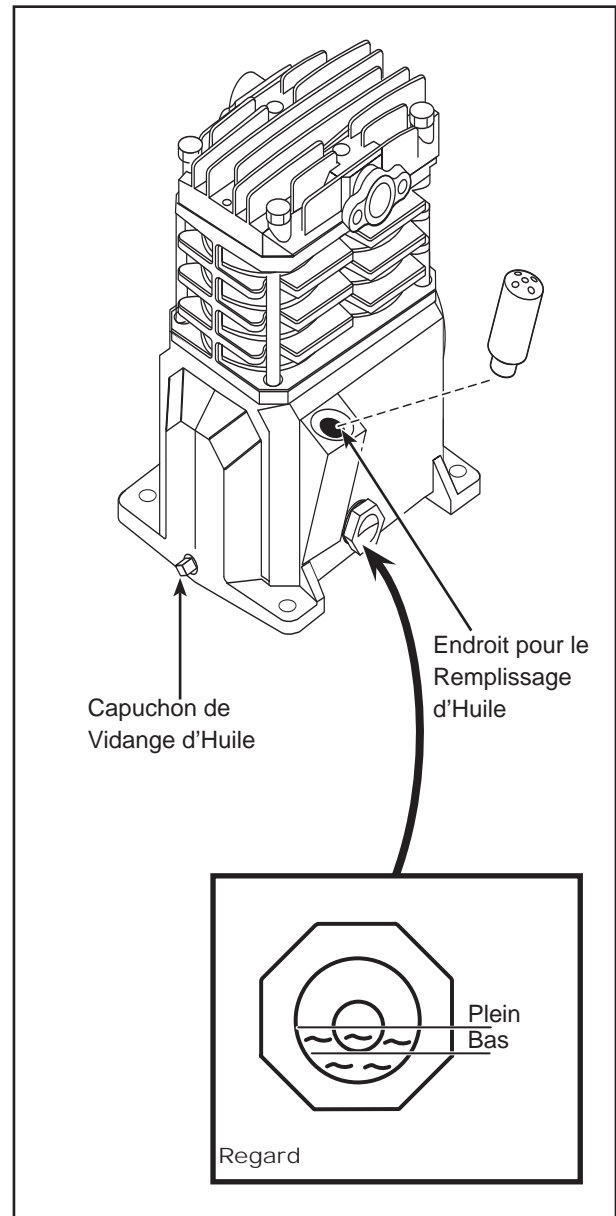

Figure 4 - Graissage
**Avant d'utiliser le compresseur, assurez-vous qu'il y ait de l'huile jusqu'au centre de l'indicateur de niveau (voir figure 4).**